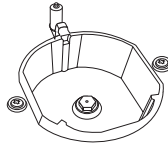

Figura 4
2. Ju lutemi hiqni grykën (Figura 4) nga djegësi me një drejtues të posaçëm të hundës dhe instaloni një hundë të re. (foto 5)